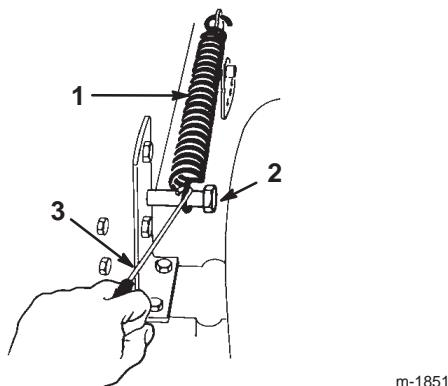

Figure 40
- 19.** Accrochez le ressort compensateur de hauteur de coupe (Fig. 40) au boulon de fixation, à l'aide du crochet fourni avec le tracteur.